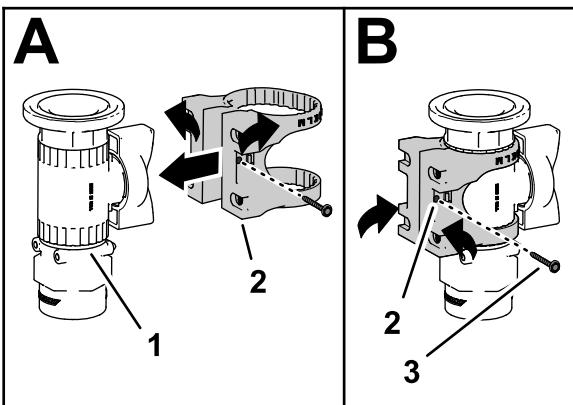

Figura 20
4. Monte el soporte de la válvula en una válvula de control recta, como se muestra en la Figura 20, A.
5. Sujete el soporte de la válvula a la válvula de control con el tornillo con arandela prensada (N.º 6), y apriete el tornillo a mano (Figura 20, B).